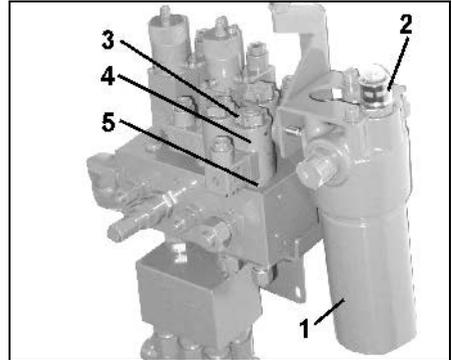

Fig. 37
Während des Betriebes kann die Funktion des Hydraulikölfilters (Fig. 37/1) am Steuerbolck kontrolliert werden.
Anzeige im Kontrollfenster (Fig. 37/2):
- Magnetkappe (Fig. 37/3) abschrauben
- Magnetspule (Fig. 37/4) abnehmen
- Ventilstange (Fig. 37/5) mit Ventilsitzen herausdrehen und mit Druckluft oder Hydrauliköl säubern.